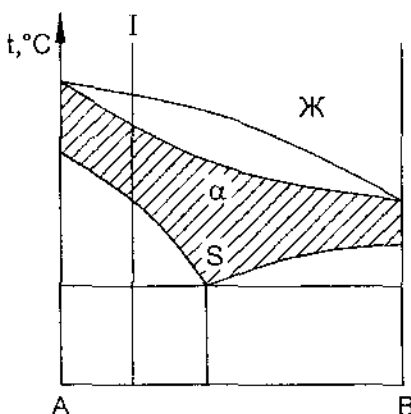

Рисунок 2
3. Как называется механическая смесь, образующаяся в точке S диаграммы (рисунок 2)?